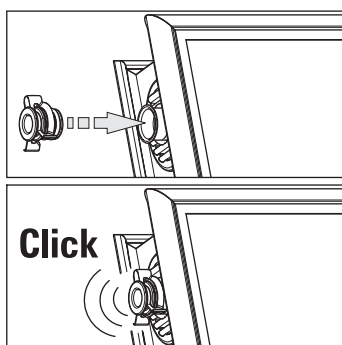

Fig. 3-46 Fase di lavoro 4
4. Inserire i tappi nei tubi di collegamento dei collettori ancora aperti fino all'arresto delle griffe di fissaggio (fig. 3-46).